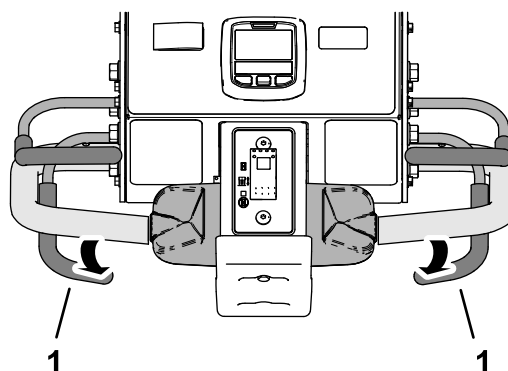

Figura 92
- A medida que el neumático delantero pase sobre el perímetro del área de aireación, suelte la barra de aireación (Figura 92)